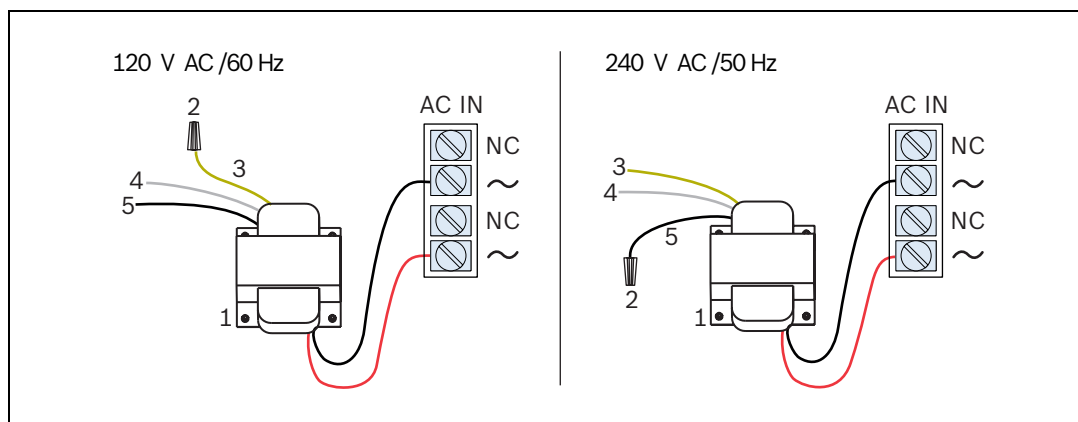

Figura 4.29 Conexão de Alimentação CA: lado esquerdo 120 Vca, lado direito 240 Vca
- Conecte o lado primário do transformador (consulte a *Figura 4.29*):